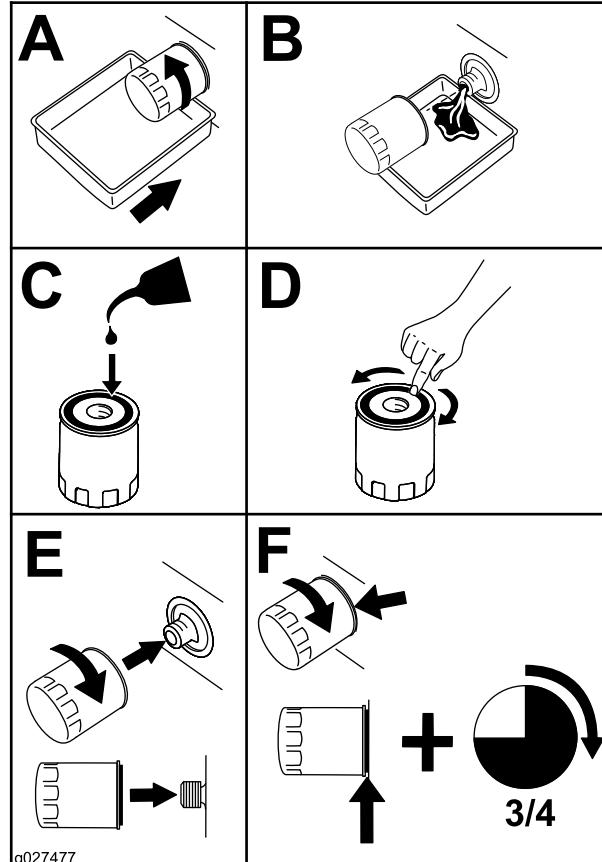

Figura 46
3. Sustituya el filtro de aceite del motor (Figura 46).